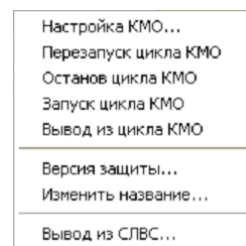
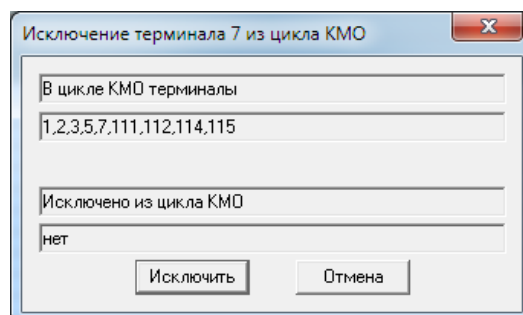
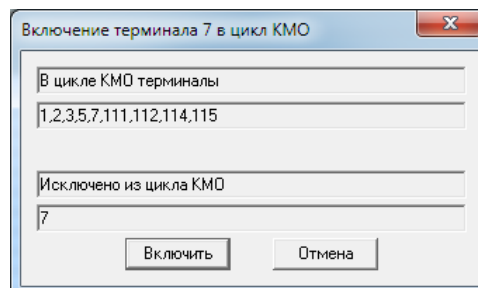

Рис. 36 Меню настройки
Рис. 37 Панель вывода терминала из цикла КМО
Рис. 40 Панель включения терминала в цикл КМО
После запуска программы «Монитор РЗА» и выбора терминала в списке панели доступа (см. рис. 13), двойным щелчком правой клавиши мыши открывается меню настройки, показанное на рис. 36. После выбора команды «Вывод из цикла КМО» появится панель вывода терминала из цикла КМО, показанная на рис. 37. В верхней строке панели дан список номеров терминалов входящих в цикл КМО, которые настроены в таблице списка терминалов КМО (см. рис. 17). В нижней строке – список номеров терминалов, выведенных из цикла КМО для проверок.
В меню настроек (см. рис. 36), по команде «Ввод в цикл КМО», вызывается панель включения терминала в цикл КМО, показанная на рис. 40.
5. отключается разъём Vbnet (при необходимости); перед отключением разъёма Vbnet необходимо вывести терминал из СЛВС ЧЯ по команде «Вывод из СЛВС» меню настройки (см. рис. 36).